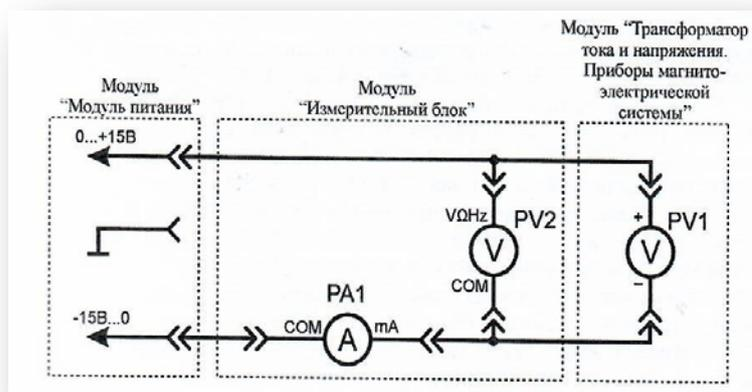

Рис. 14. Схема электрическая соединений лабораторных модулей для проверки вольтметра
1. Согласно схеме (рис. 14) выполнить электрические соединения модулей для проверки вольтметра магнитоэлектрической системы. **Монтаж схемы производить при отключенном питании.**